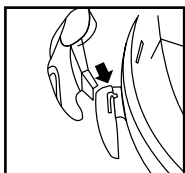

FIGURE 11
12. Insérez les ongles en forme de « J » dans les rainures du rembobineur **Figure 11.** Appuyez vers le bas jusqu'à ce que les ongles s'enclenchent en position.